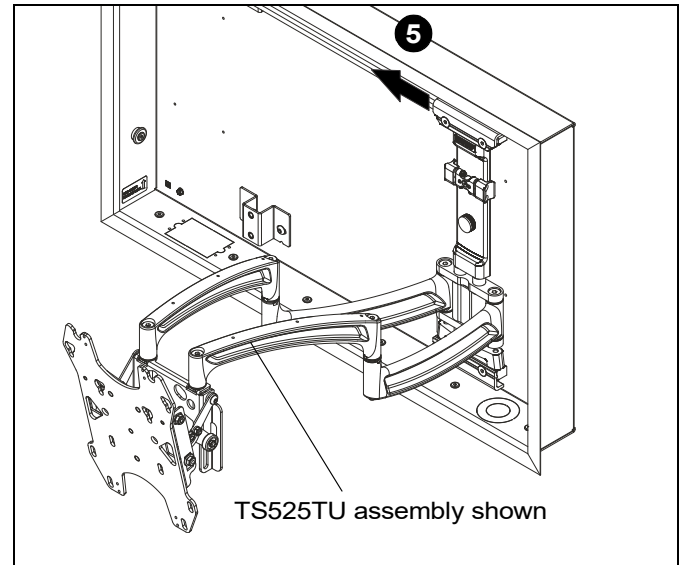

Figure 10
- Slide TS325TU/TS525TU assembly onto upper wall plate of TS325TU/TS525TU. (See Figure 10)